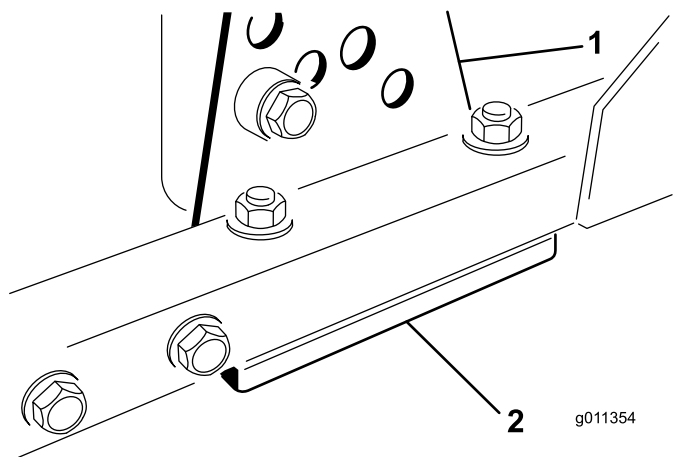

Figura 102
1. Retire o suporte da altura de corte, (frente, esquerda ou direita) da estrutura da plataforma (Figura 102).
2. Ajuste os calços de 1,5 mm e/ou de 0,7 mm entre a estrutura da plataforma e o suporte para obter a definição de altura pretendida (Figura 102).